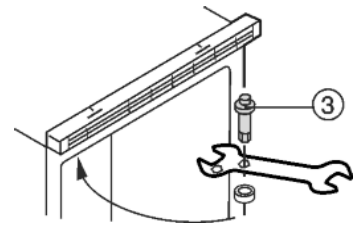

Fig. 3
- ▶ Oberen Scharnierbolzen Fig. 3 (3) herausdrehen und auf der Gegenseite fest (mit 4 Nm) eindrehen.
- ▶ Tür in oberen Scharnierbolzen Fig. 3 (3) einhängen und schließen.